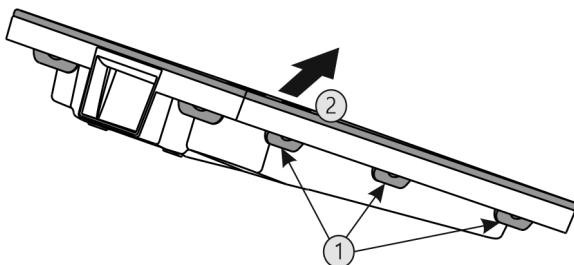

Fig. 44
- ▶ Последовательно нажать на все накладки Fig. 44 (1) и снять крышку Fig. 44 (2).